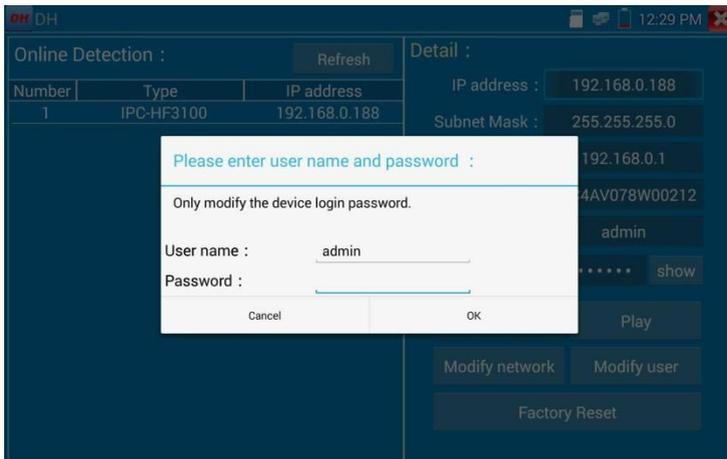

Рис. 151 Изменение имени пользователя и пароля
5. Для изменения имени пользователя и пароля используйте кнопку «Изменить пользовательскую информацию» (Modify user information). Вы можете задать новое имя пользователя и пароль для него, рис. 151